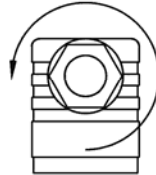

Fig. 8
- ⇒ Loosen the screw connection M16x1.5 (pos. 5, Fig. 8).